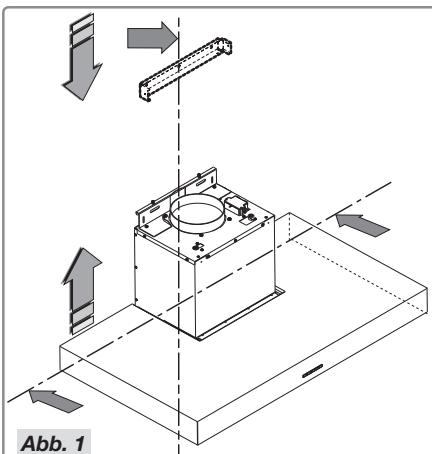
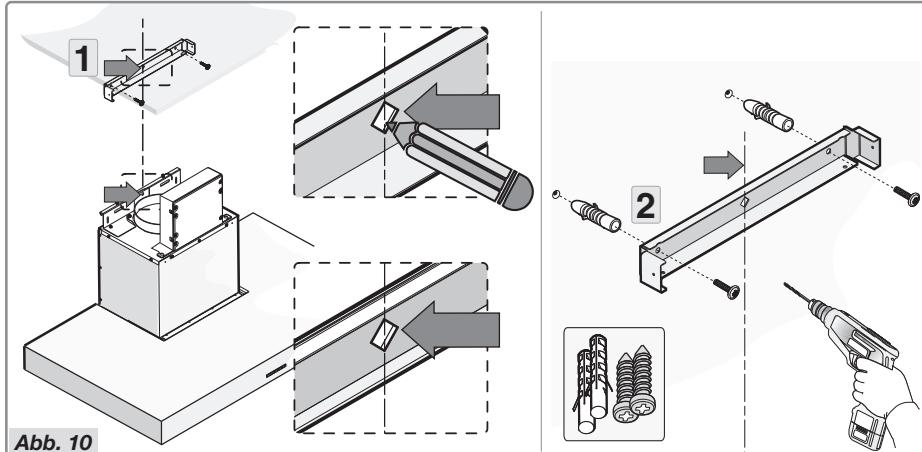

Abb. 1
Abb. 10
- Positionieren Sie die Halterung in Übereinstimmung mit den Maßen in Abbildung 1 und befestigen Sie sie mit den mitgelieferten Schrauben an ihrem Platz (Abbildung 10).